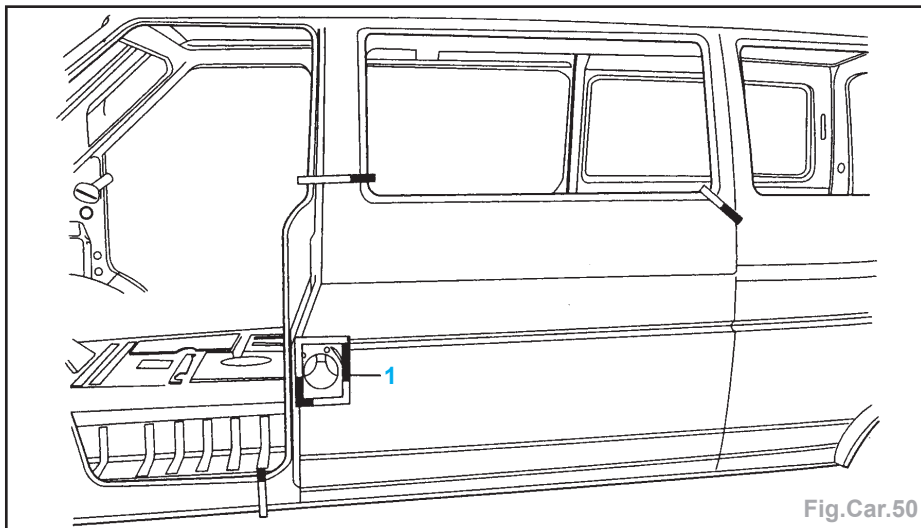

Fig.Car.50
- Tenir compte de la zone de découpe (1) de la goulotte de remplissage de carburant (Fig.Car.50).